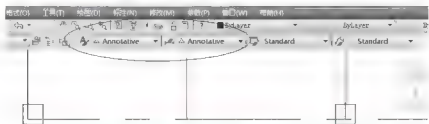

图 5.77 设置当前文字样式和标注样式为【Annotative】
(1) 将【样式】工具栏的当前文字样式和标注样式均设置为注释性样式【Annotative】, 如图 5.77 所示。